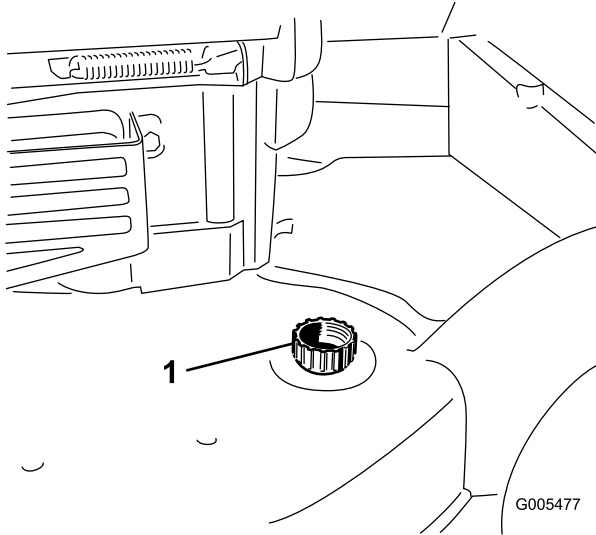

Figure 39
3. Branchez un tuyau d'arrosage, relié à une arrivée d'eau, à l'embout de lavage du carter de la machine (Figure 39).